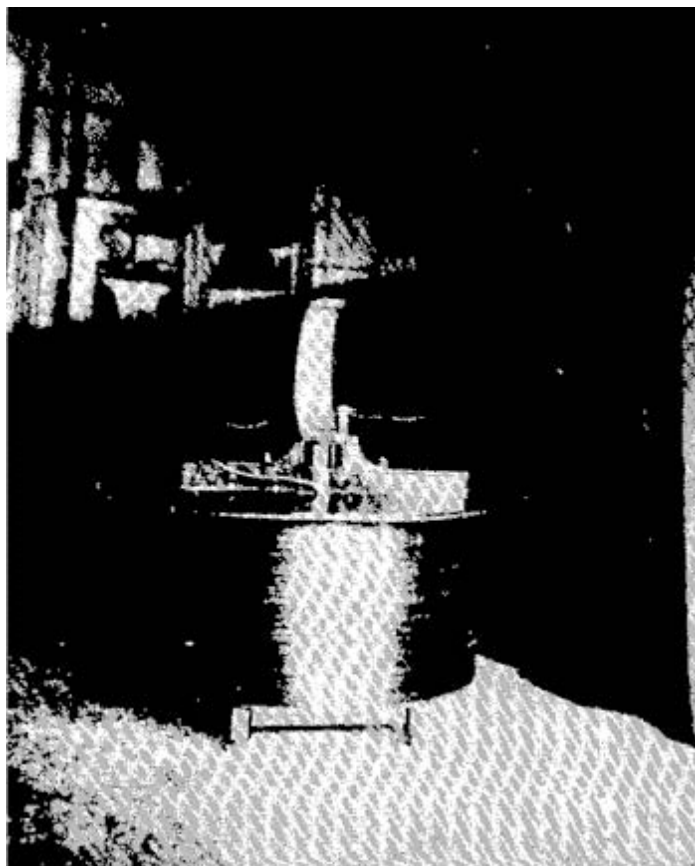

Figura 42.
**Tesla.** Todo el local estaba energizado por ondas electromagnéticas y el receptor respondió en cualquier lugar del hall. El hall era mayor que esta habitación (mostrado en la figura 42), dos veces más larga y en cualquier sitio la intensidad fue la misma. Estos discos (vertical, en lo alto de la tabla de sintonía) tenían , creo, cerca de 14 o 15 pulgadas de diámetro, y se podían ver las corrientes(Mostrado en color blanco entre los discos) en toda la habitación. En un hall dos veces más largo que este, dondequiera que colocase el instrumento, él respondía las ondas electromagnéticas.